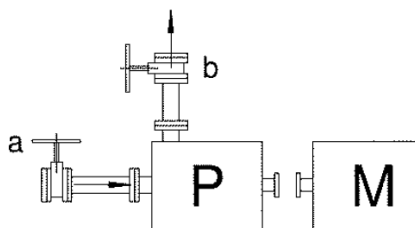

Рисунок 4. Клапан в сборе.
- Установите запорный вентиль во всасывающий трубопровод вблизи насоса. В процессе эксплуатации вентиль постоянно должен быть полностью открыт. Запрещается использовать запорный вентиль в качестве регулирующего клапана! (смотри рис. 4).
- Для регулирования подачи насоса установите запорный вентиль в трубопровод нагнетания вблизи насоса (смотри рис. 4).
Подключение по схеме треугольника для низкого напряжения питания показано на рис. 4.